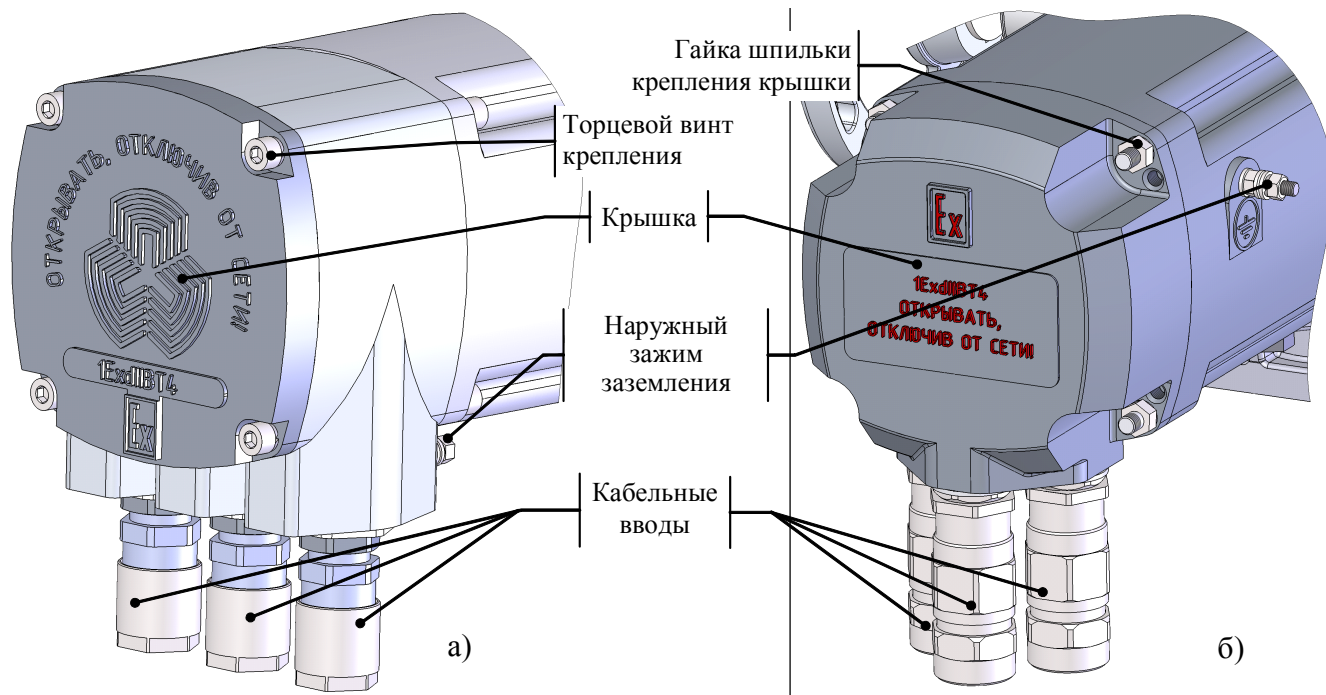

Рисунок 5 – Модуль питания привода с кабельными вводами:
- а) при помощи торцевого ключа открутите четыре винта крепления крышки модуля питания (рисунок 5а) и снимите ее;
а) открутите четыре гайки со шпилек крепления крышки модуля питания (рисунок 5б) и снимите ее;